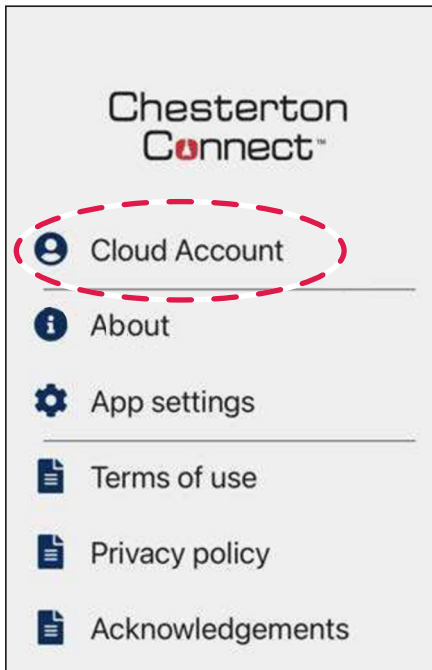

Abbildung 33
1. Öffnen Sie die App, wählen Sie **Cloud-Konto** aus (siehe Abbildung 33).